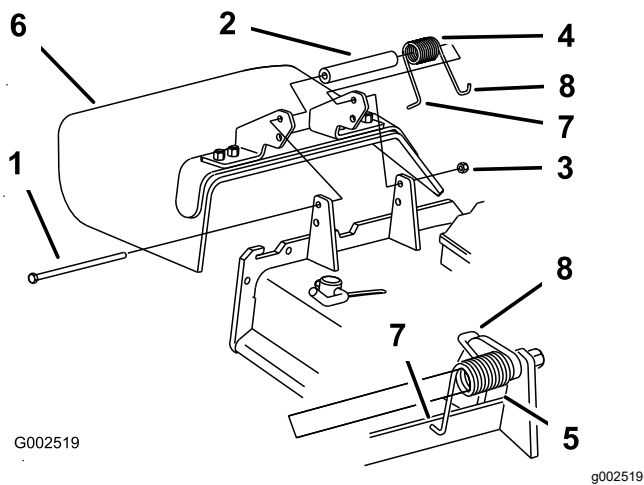

Bild 48
1. Entfernen Sie die Sicherungsmutter, Schraube, Feder und das Distanzstück, mit denen das Ablenkblech an den Drehhalterungen befestigt ist (Bild 48).
Hinweis: Stellen Sie sicher, dass sich das L-Ende der Feder hinter der Mähwerkkante befindet, bevor Sie die Schraube einsetzen, siehe Bild 48.
5. Führen Sie das J-förmige Hakenende der Feder um das Ablenkblech (Bild 48).